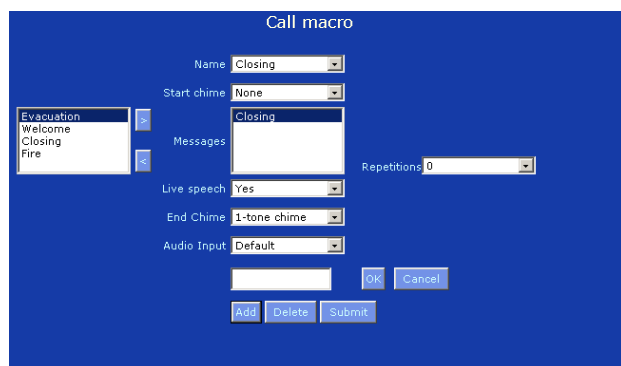

figura 35.7: Cancellazione di una macro annunci, passaggio 1
- 1 Andare a *Configure > Call characteristics > Call macro* per aprire la pagina *Call macro*. Nella cornice principale dell'interfaccia web, appare una schermata simile a quella in figura 35.7.